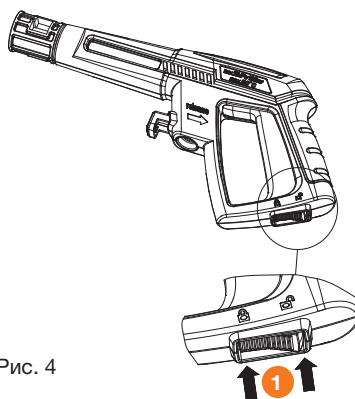

Рис. 4
3. Снимите предохранитель на пистолете ❶ и нажмите на курок чтобы выпустить воздух и проверить стабильность потока воды. После того как воздух выйдет из пистолета и поток нормализуется, отпустите курок (Рис. 4).